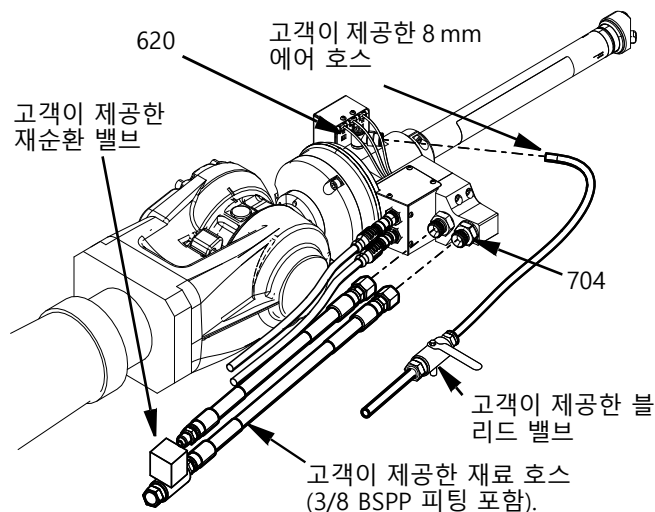

FIG. 6
에어 공급 장치는 8mm 폴리우레탄 호스로 Switch 3D Gun에 연결되어 스위블 하우징(619) 측면의 엘보 회전 피팅(620)에 연결됩니다. 고객은 에어 공급 장치와 Switch 3D Gun 연결 간에 에어 블리드 밸브를 설치해야 합니다. FIG. 6를 참조하십시오.
재료 공급 및 반환 호스는 3/8 BSPP 커넥터를 사용합니다. 재료 공급 호스는 "Inlet"이라고 표시된 포트에 연결됩니다. 재료 반환 호스는 "Return Inlet 2"라고 표시된 포트에 연결됩니다. 순환을 선택하지 않을 경우 Return Inlet 2 포트는 3/8 BSPP 플러그(132879)와 연결됩니다. 이중 재료를 선택할 경우 양쪽 연결부 모두가 흡입구입니다(반환 불가). FIG. 6를 참조하십시오.
- e. 고객이 제공한 재순환 밸브를 열고 재료 반환에 갇혀 있는 모든 에어가 제거될 때까지 밸브를 통해 재료를 퍼지하십시오. FIG. 6를 참조하십시오.
3. 블리드형 에어 밸브를 차단하여 에어 라인의 모든 에어 압력을 줄입니다. FIG. 6를 참조하십시오.
4. 노즐 팁 또는 재료 호스가 막히거나 위의 단계를 수행한 후에도 완전히 감압되지 않으면 3/8인치 BSPP 흡입구 피팅(704)에서 고객이 제공한 재료 호스를 아주 천천히 풀니다(FIG. 6 참조).